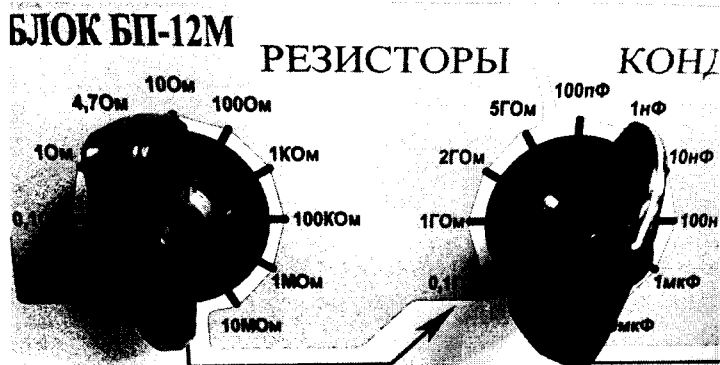

Рисунок 6 - Пример выставления значения емкости 1 нФ
- Используя переключатели на блоке выставить значение измеряемого номинала емкости «1 нФ» (рисунок 6),